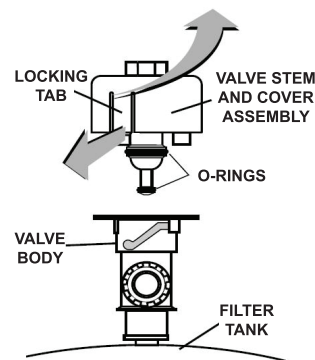

Figure 2
3. Avec la soupape de surpression fixée au réservoir du filtre, tirez les languettes d'arrêt et retirez la queue de soupape ainsi que le couvercle avec un mouvement de rotation anti-horaire et de levage. Voir la figure 2.